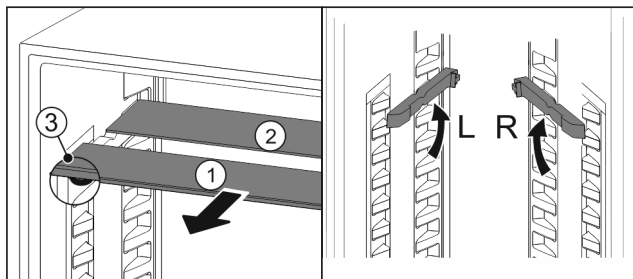

Fig. 60
- Dra ut Fig. 60 (1) glashyllorna framåt en i taget.
- ▷ Glashyllan Fig. 60 (1) med dekorlisten ligger längst fram.
- ▷ Stoppklackarna Fig. 60 (3) är vända nedåt.